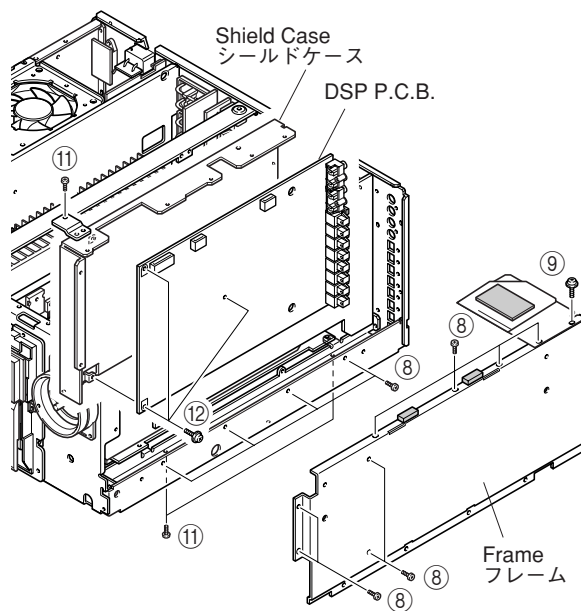

Fig. 2
- Remove 12 screws (⑧) and 1 screw (⑨), and then remove the Frame. (Fig. 2)
- Remove 3 screws (⑪) and 3 screw (⑫). (Fig. 2)
- Remove the Shield Case and the DSP P.C.B.. (Fig. 2)
- ⑧のネジ12本、⑨のネジ1本を外し、フレームを取り外します。(Fig. 2)
- ⑪のネジ3本、⑫のネジ3本を外します。(Fig. 2)
- シールドケースとDSP P.C.B.を取り外します。(Fig. 2)